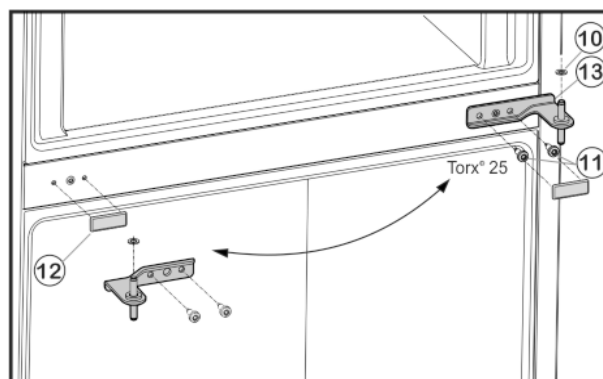

Fig. 5
- ▶ Bevestigingsbouten Fig. 5 (11) losschroeven (2 maal Torx® 25) en het middelste scharnierblok uit de onderste deur trekken.
- ▶ Kunststof ring Fig. 5 (10) verwijderen.
- ▶ Afdekking Fig. 5 (12) voorzichtig wegtrekken.
- ▶ Afdekking Fig. 5 (12) terugplaatsen op de andere zijde.
- ▶ Middelste scharnierblok *Fig. 5 (13)* 180° gedraaid in de onderste deur plaatsen en met bevestigingsbouten *Fig. 5 (11)* (2 maal Torx® 25) op de nieuwe scharnierkant **stevig (met 4 Nm)** aandraaien.
- ▶ Kunststof ring *Fig. 5 (10)* weer aanbrengen.
- ▶ Bovenste deur op het middelste scharnierblok *Fig. 5 (13)* plaatsen.